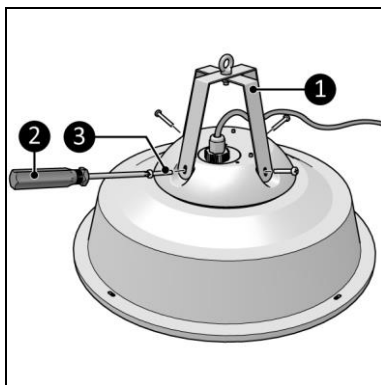

Figura 5
2. Înșurubați și strângeți suporturile de perete (Figura 5, poziția 1) de dispozitiv cu cinci șuruburi mari (Figura 5, poziția 3) folosind o șurubelniță Phillips (Figura 5, poziția 2).